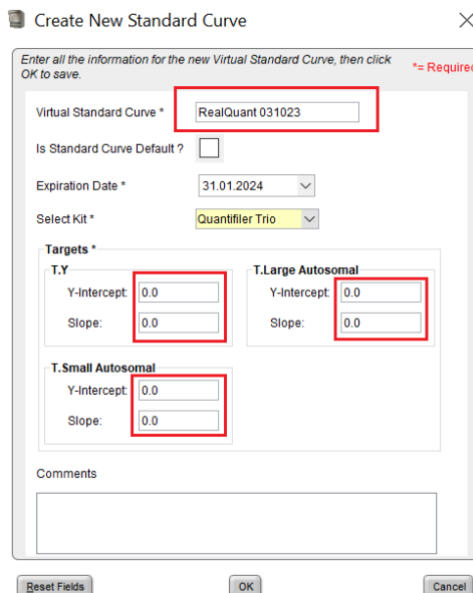

Рисунок 69
- Затем в графе «**Virtual Standard Curve**» (рисунок 69) ввести название стандартной кривой, например, RealQuant 031025 (где цифры означают серию наборов, к которым применима данная виртуальная кривая). В разделе «**Targets**» ввести значения **Y-Intercept** и **Slope** для калибровочной кривой каждой мишени.